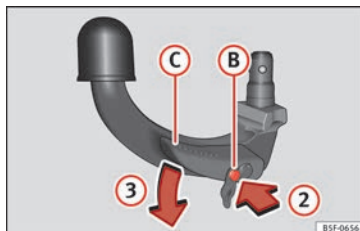

Fig. 224 Passaggio 2
- Premere il perno di sblocco ⑨ nel senso della freccia ② e, al contempo, spingere fino in fondo la leva ③ nel senso della freccia ③ »» fig. 224.